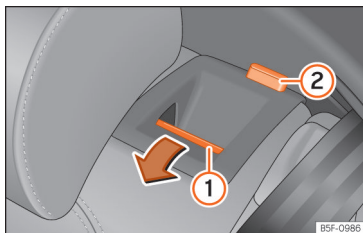

Fig. 108 Banco traseiro: rebater o encosto.
- Pressione o botão de desbloqueio »» **Fig. 108** ① para a frente e, ao mesmo tempo, rebata o encosto. O encosto traseiro está desbloqueado quando se vê uma marca vermelha no botão ②.